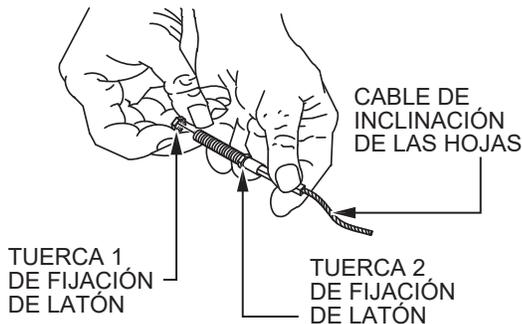

Figura 13. Cable de inclinación de las hojas
3. Quite la tuerca 1 de latón del extremo del cable de inclinación de las hojas (Figura 13).
4. Enrosque la tuerca 2 latón del extremo del cable de inclinación de las hojas (Figura 13).